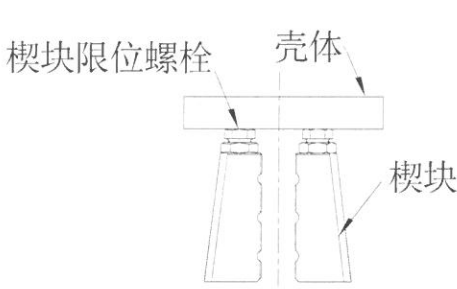

图 2
2.1.4.楔块应滑动灵活,楔块限位螺栓应能接触壳体(图 2)。